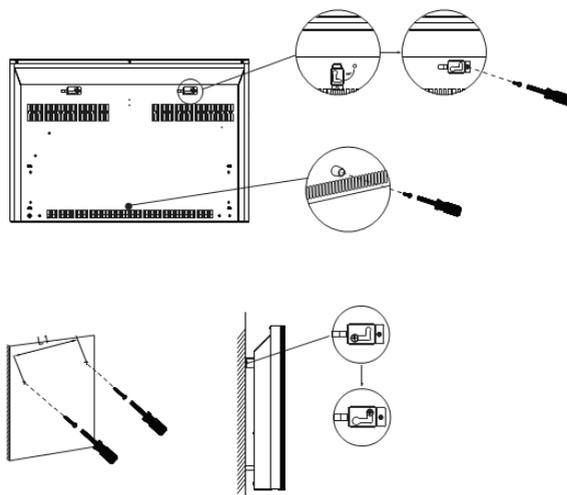

Рис. 4
6. Присоедините крепежные кронштейны к корпусу конвектора вставив их в отверстия в задней панели, и поверните их против часовой стрелки на 90°, после чего закрепите винтами. Также прикрутите с помощью винта к задней панели конвектора резиновый ограничитель по центру внизу (см. рис. 4).